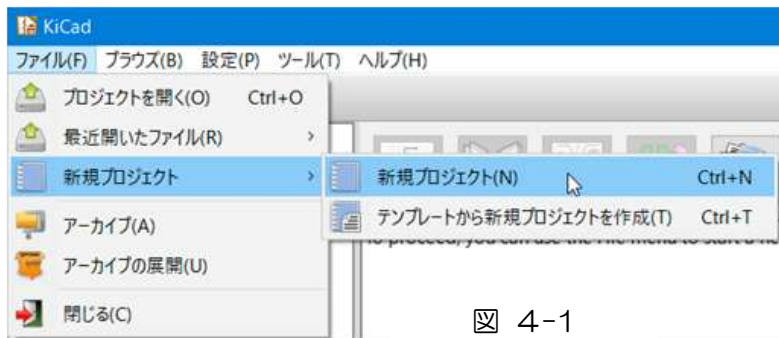

図 4-1
(1) KiCad を起動します。
(2) 新規プロジェクトの作成
- ① メニューバー「ファイル」→「新規プロジェクト」→「新規プロジェクト」と進みます。 図 4-1